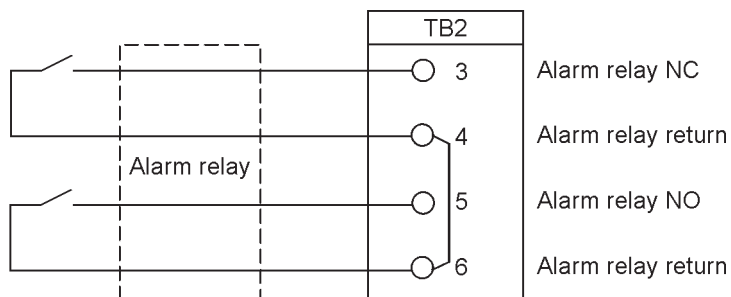
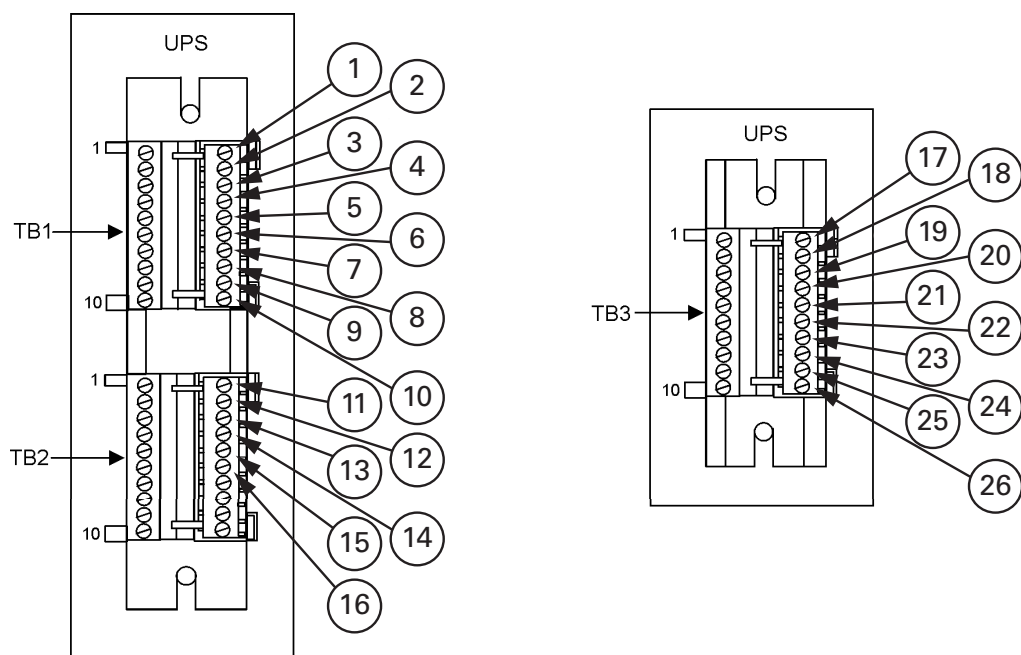

Рис. 4-7. Типовое подключение аварийного реле
Рис. 4-9. Назначение разъемов клеммных блоков TB1, TB2 и TB3
10. Расположение соответствующих клемм, а также требования по проводке и ее подключению см. на Разд. 3.2.3 на стр. 24, Табл. 4-1 на стр. 48, и с Рис. 4-7 по Рис. 4-9.
Для информации о подключении разъемов ТВ1, ТВ2 и ТВ3 см. Рис. 4-9, а для детали АА – Рис. .